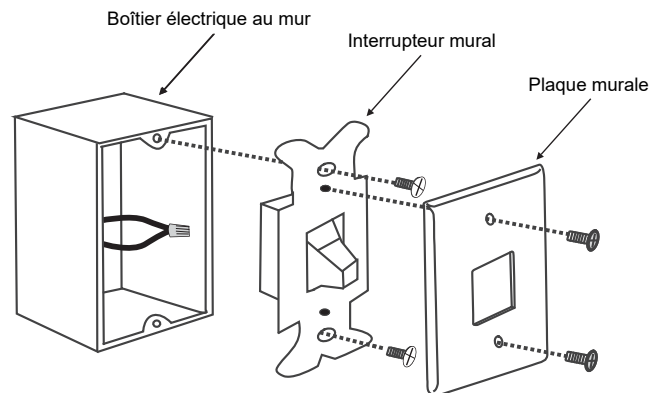

Fig. 23
Étape 1. Retirer la plaque et l'interrupteur muraux existants du boîtier mural existant. Déconnecter les fils de l'interrupteur. À l'aide d'un connecteur de fils, connecter les fils NOIRS ensemble (courant), et replacer les fils à l'intérieur du boîtier électrique (**Fig. 23**); ou choisir un nouvel emplacement pour un nouveau boîtier électrique mural.